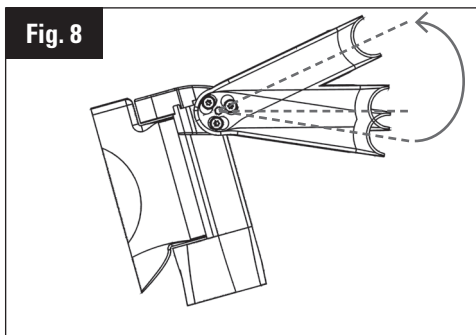

Fig. 8
8. Ajustez votre position angulaire. Par rapport à l'horizontale, les potences peuvent varier angulairement de  $+20^\circ$  à  $-9^\circ$  (Fig. 8).